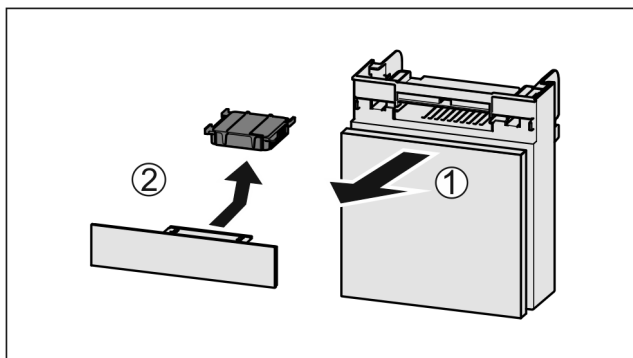

Fig. 168
- ▶ Zásuvku vytáhněte dopředu Fig. 168 (1).
- ▶ Filtr s aktivním uhlím vyjměte Fig. 168 (2).